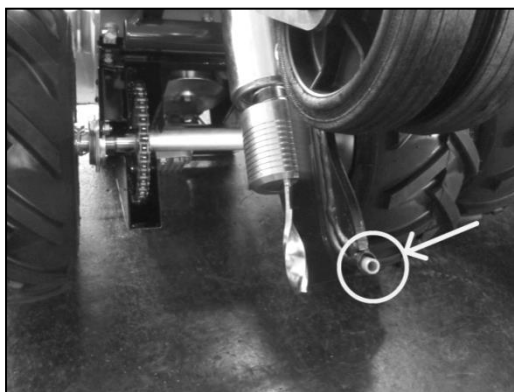

Fig. 2
- Kontrollera att kabelns utgångs hål från kabelröret är oskadat (fig. 2) och speciellt att slangen inuti röret är hel. Byt vid behov ut den. Kontrollera också att kabelns utgångs hål inte har några vassa kanter eller andra skador. Byt vid behov ut röret.